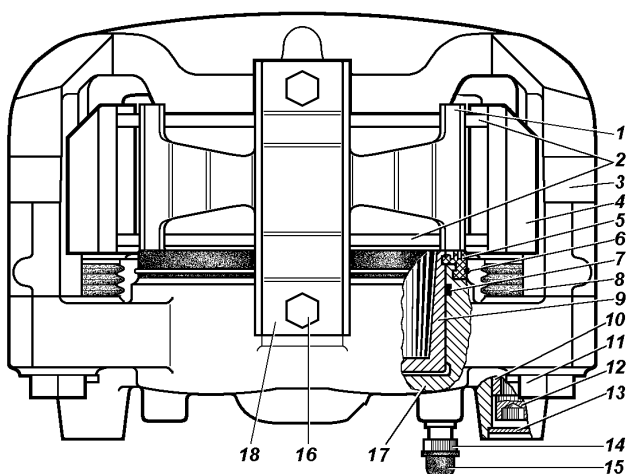

Рис. 9.38. Передние дисковые тормоза:
**Дисковый тормоз передних колес.** Для осмотра тормозных колодок 2 (рис. 9.38) установите автомобиль на горизонтальной площадке, затормозите стояночным тормозом и снимите колесо. Осмотр колодок проводите через окно в суппорте 4. Если фрикционные накладки износились до толщины